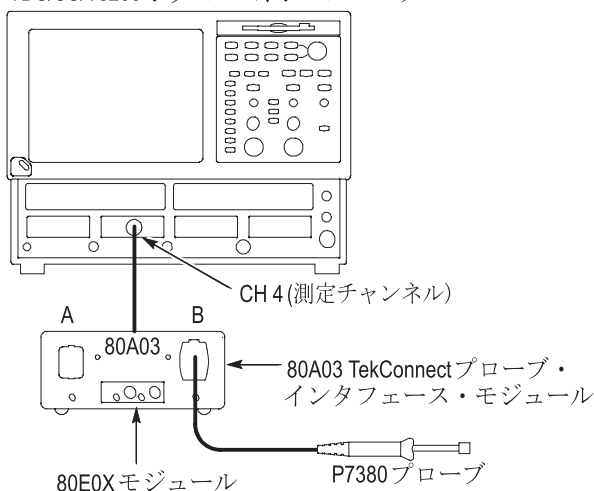

図 11：検査前の設定
1. 80A03 TekConnect プローブ・インタフェースを TDS8200 オシロスコープのチャンネル 3 と 4 に接続します。図 11 を参照してください。